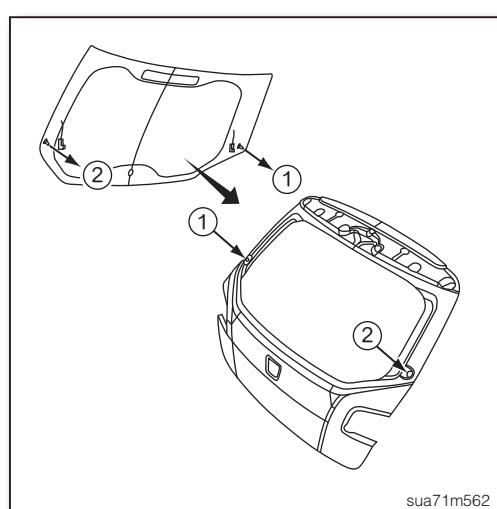

图16
7. 对准固定扣①、②的位置，将后窗玻璃安装至尾门钣金上(如图16)。